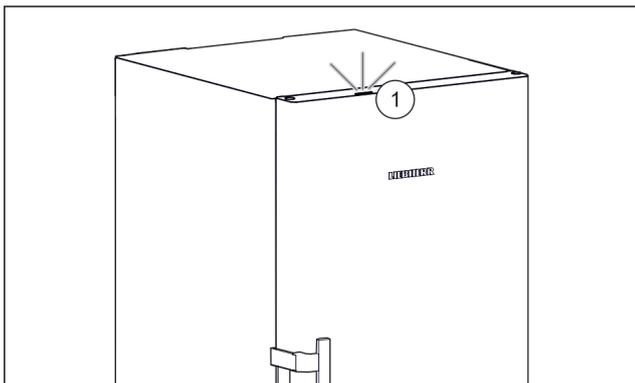

Fig. 27 Voyant d'état actif lorsque la porte est fermée
- ▷ Le voyant d'état Fig. 27 (1) est activé.